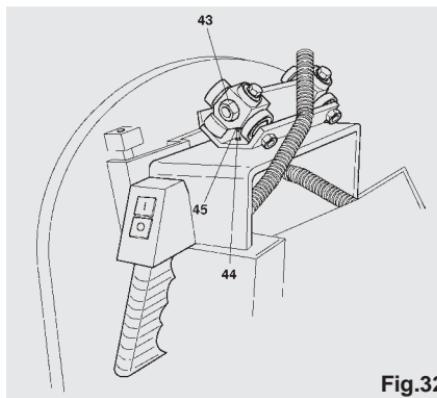

Fig.32
De speling van de wagen terwijl deze door de geleiders loopt wordt tijdens de test in de fabriek al geëlimineerd. Als deze door het transport of het gebruik weer terug komt kan men ze op de volgende manier verhelpen (zie fig. 32): draai moer (43) los met de bijgeleverde sleutel en voer de afregelingen uit door aan schroef (44) te draaien nadat men de contramoer (45) los heeft gemaakt.